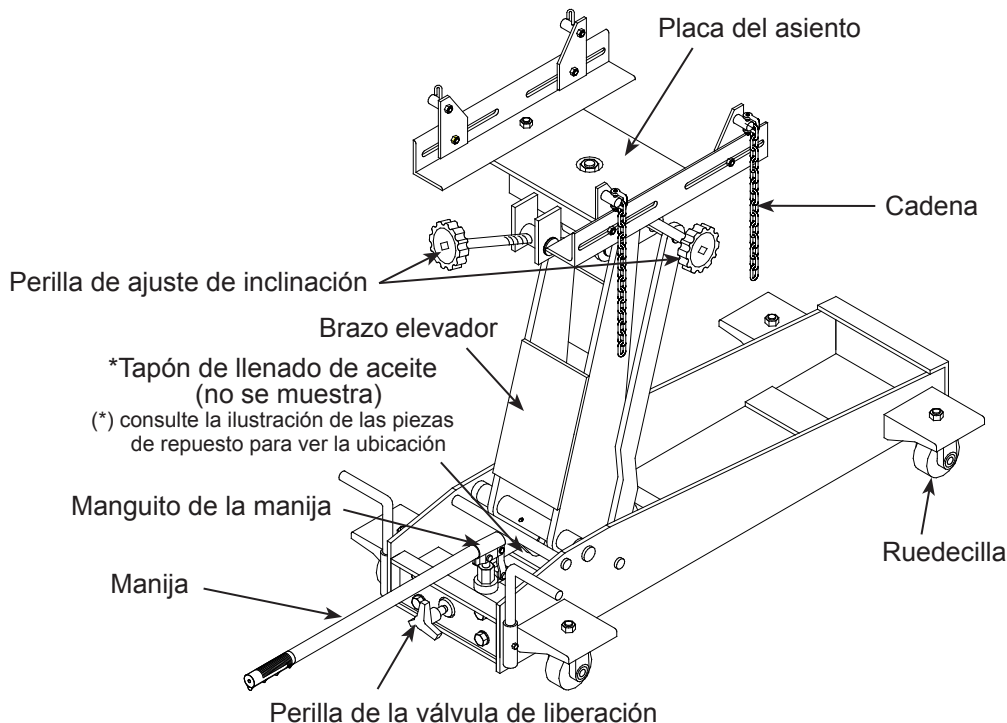

Figura 1: Componentes habituales de un gato de transmisión (se muestra 42000C)
1. Verifique que el producto y la aplicación sean compatibles; si tiene dudas, llame al Servicio técnico de Omega al (888) 332-6419.
3. Para familiarizarse con el funcionamiento básico, ubique y gire la perilla de la válvula de liberación (consulte la Figura 1):